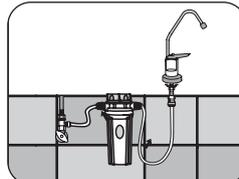

Fig. 20
5. Conectar la manguera de salida al lado derecho del purificador y al conector debajo de la llave despachadora. (Ver Fig. 20).